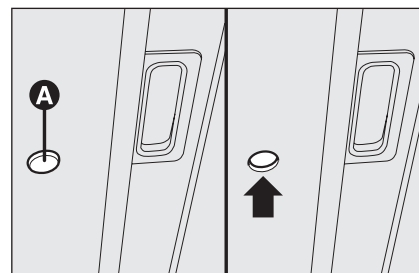

рис. 80
- установите ключ в **А-рис. 80** и поверните его: